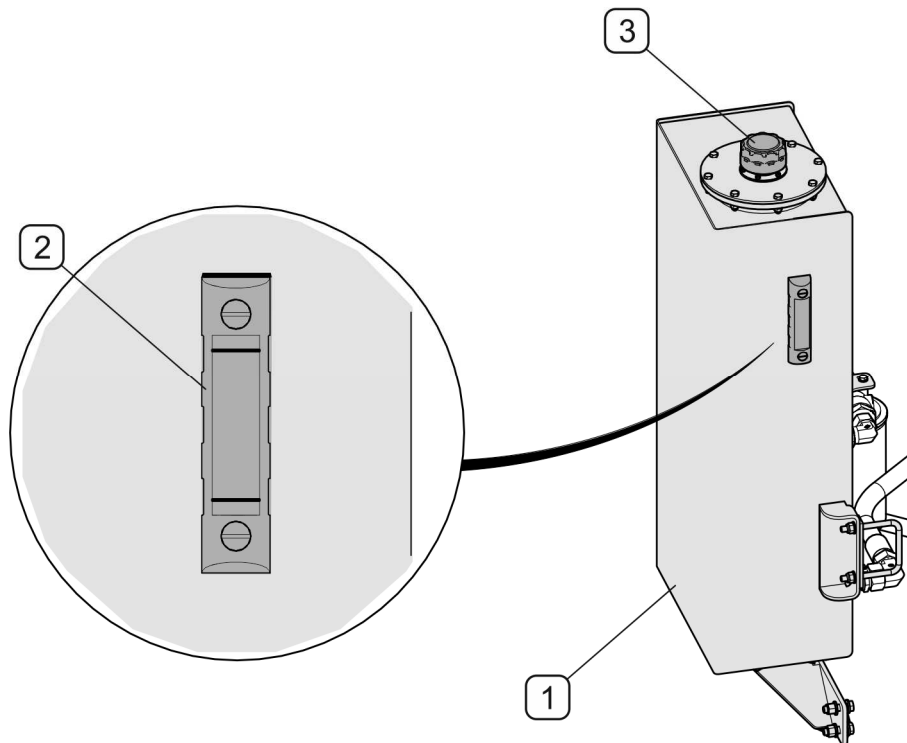

РИСУНОК 4.1 Проверка уровня гидравлического масла
- Проверить на указателе (2) уровень гидравлического масла (РИСУНОК 4.1).
- Если уровень масла слишком низкий, отвинтить пробку (3) и долить масло.